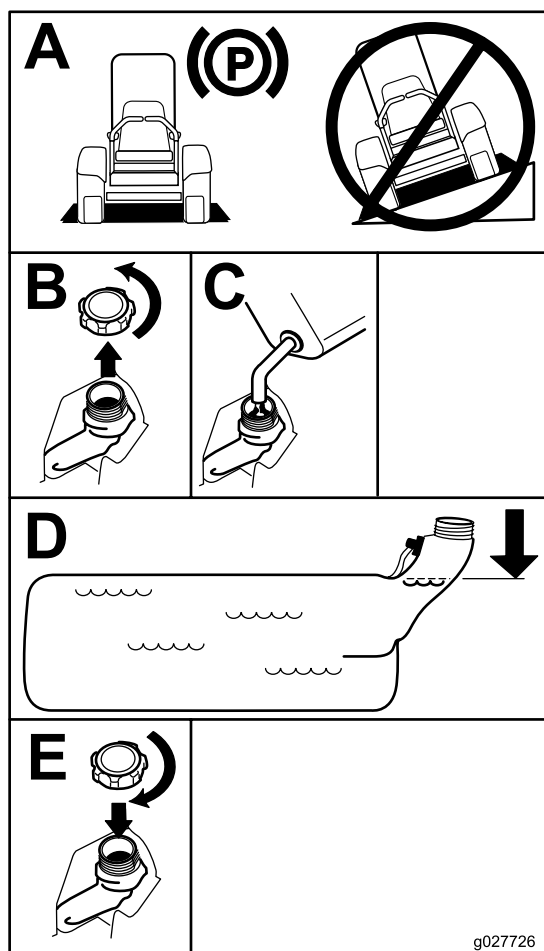

Figure 6
4. Remplissez le réservoir de carburant jusqu'au bas du goulot de remplissage (Figure 6).